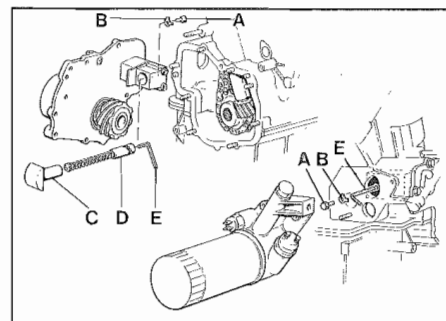

Fig. 67 - Smontaggio tendicatena
- Comprimere la molla del tenditore automatico (**Fig. 67**), seguendo come segue: svitare la vite A dopo aver disimpegnato il fermo B situato posteriormente al tampone in gomma C; ruotare in senso antiorario il pistoncino D, senza forzare, con chiave esagonale da 3 mm E, sino a che il tenditore rimanga bloccato.
- Compress automatic stretcher spring (**Fig. 67**) operating as follows: loosen screw A after having disengaged retainer B located in the back of rubber pad C; rotate clockwise the piston D, without forcing and using a 3 mm Allen wrench E till the stretcher is locked.